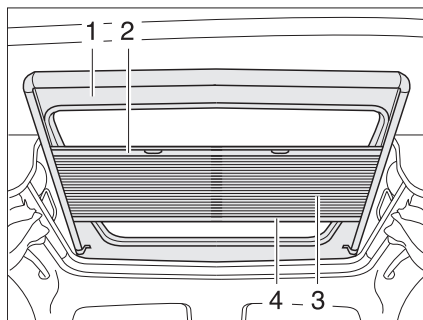

Fig. 56 Toit ouvrant
Le dispositif occultant plissé (Fig. 56,3) est relié de manière permanente à une moustiquaire (Fig. 56,1).
- Saisir la tige de fermeture (Fig. 56,4) du dispositif occultant plissé par le milieu et tirer avec précaution vers le bas.
- Ramener lentement le dispositif occultant plissé en arrière par la tige de fermeture (Fig. 56,4).
- Saisir la moustiquaire par le centre de la tige de fermeture (Fig. 56,2) et tirer avec précaution vers le bas.
- Ramener lentement la moustiquaire en arrière par la tige de fermeture du dispositif occultant plissé (Fig. 56,4).